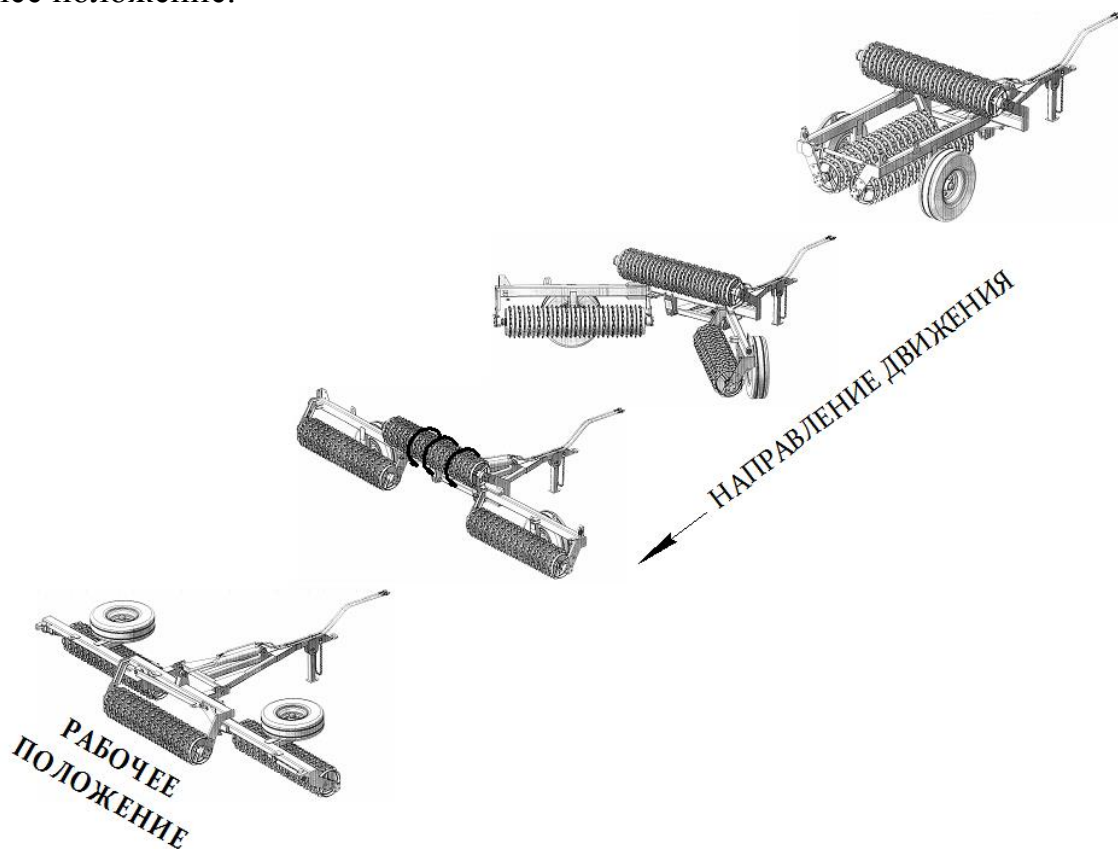

Рис.5 Приведение в рабочее положение
6.4 Порядок раскладывания катка (приведение в рабочее положение (рис. 5))